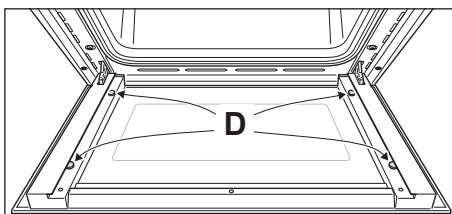

Fig. 6.15a
IMPORTANTE: È consigliabile, durante la rimozione del vetro, tenere premuti in posizione i 4 distanziatori “D”, mediante un dito, al fine di evitare la rottura o lo sfilamento dei distanziatori stessi (fig. 6.15a).
- Verificare che i 4 distanziatori "D" siano nella loro posizione (fig. 6.15a).
IMPORTANTE: È consigliabile, durante l'inserimento del vetro, tenere premuti in posizione i 4 distanziatori "D", mediante un dito, al fine di evitare la rottura o lo sfilamento dei distanziatori stessi (fig. 6.15a).